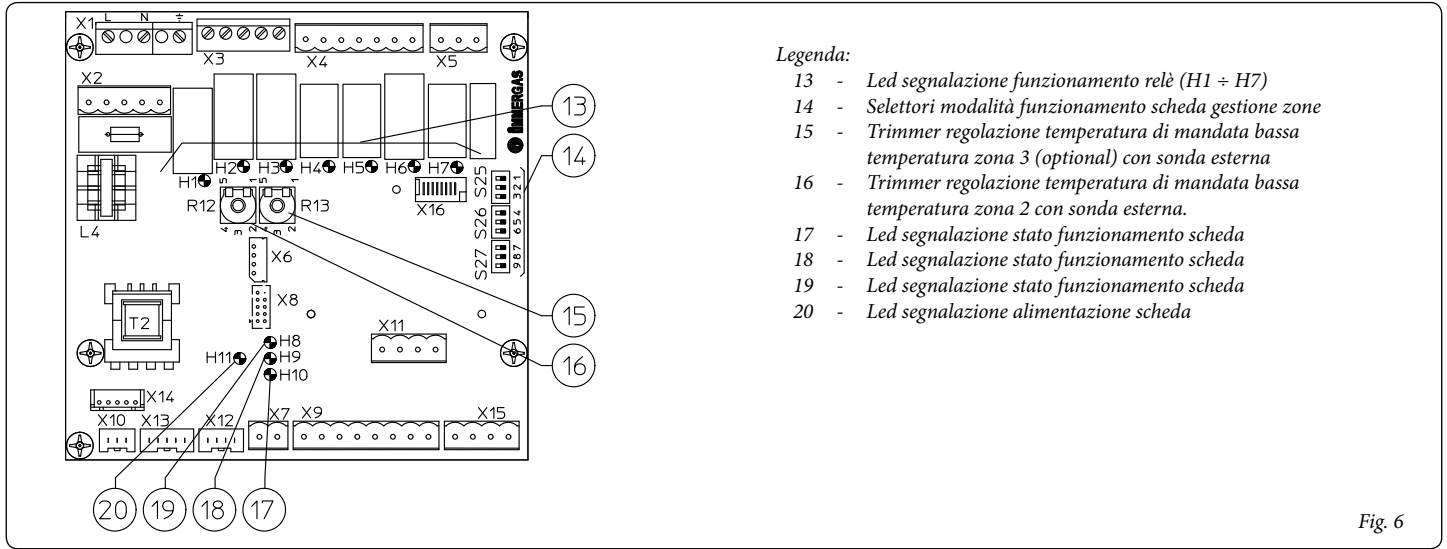
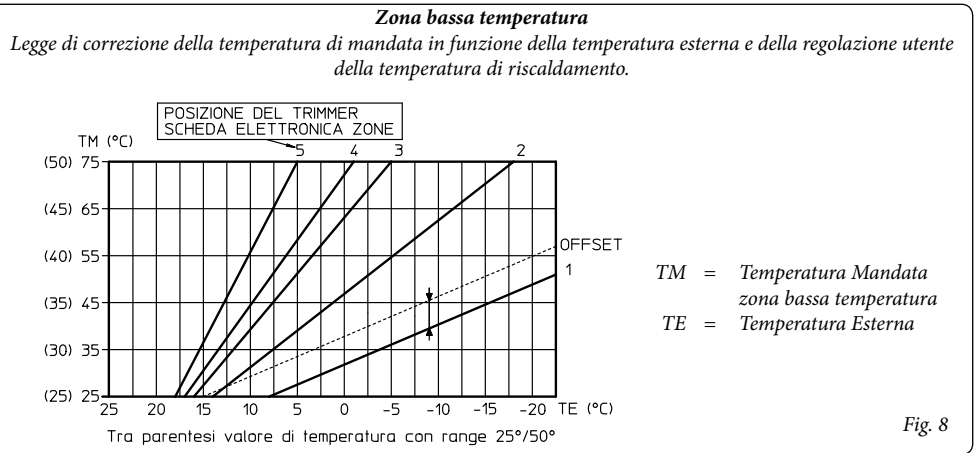

Fig. 6
Fig. 8
La scheda gestione zone è configurabile utilizzando i selettori presenti sulla scheda (14 Fig. 6) attraverso i quali è possibile scegliere tra le seguenti opzioni:
I led da 1 a 7 (13 Fig. 6) identificano l'accensione del relativo relè:
- **Controllo della zona in Bassa Temperatura.** La correlazione fra temperatura di mandata e temperatura esterna è determinata dalla posizione del trimmer (16 Fig. 6) presente sulla scheda a zone secondo la curva rappresentata nel diagramma (Fig. 8).